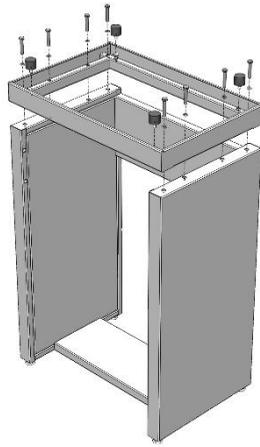

Рис. 2. Установка верхней рамы
- 6.3. Установить на боковины верхнюю раму каркаса, используя болты М8х45, шайбы-гроверы 8 и предусмотренные заклёпки-гайки М8 (Рис. 2).
- 6.4. Установить в верхнюю раму виброопоры (Рис. 2).